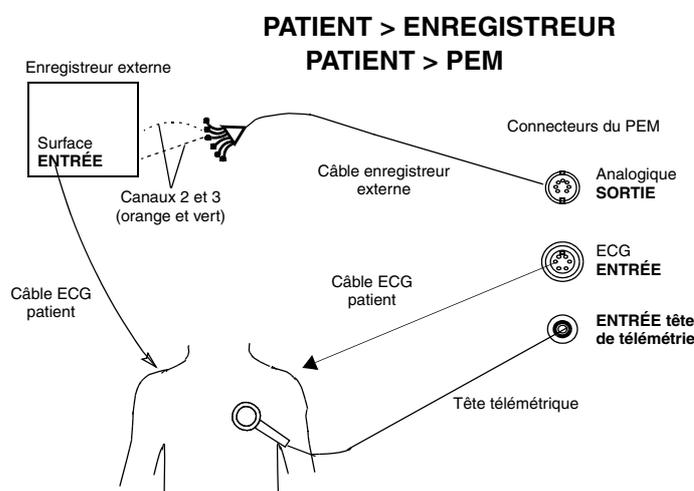

Figure B-5. Connexion en parallèle des électrodes de surface du PEM et d'un moniteur de surface externe.
- Raccordements simultanés patient vers PEM et patient vers enregistreur externe (Figure B-5 page B-5)
Pour afficher des tracés à la fois sur les enregistreurs PEM et ECG à l'aide de deux câbles ECG patient différents, effectuer le montage indiqué sur la (Figure B-5 page B-5).